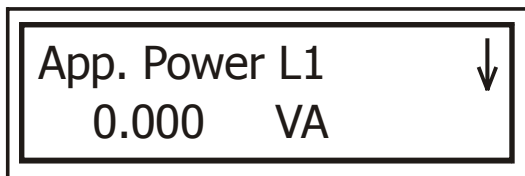

Рис. 31
2. Нажмите , на дисплее появится экран значений полной мощности. Используйте кнопку , чтобы посмотреть полную мощность во всех трех фазах и суммарную полную мощность (рис. 31):